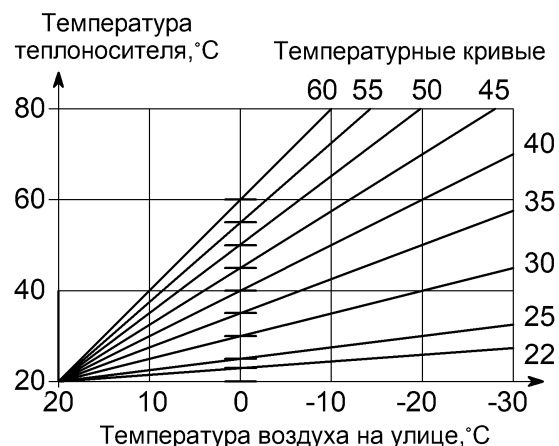
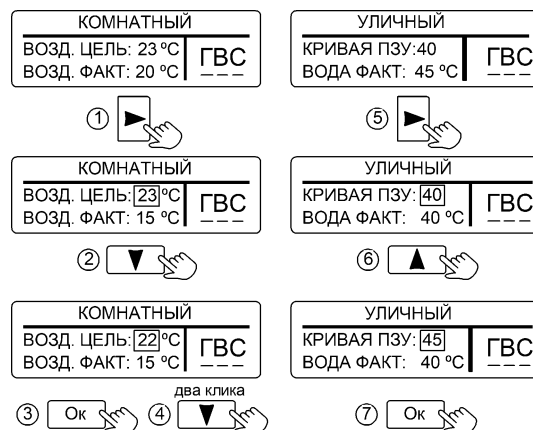
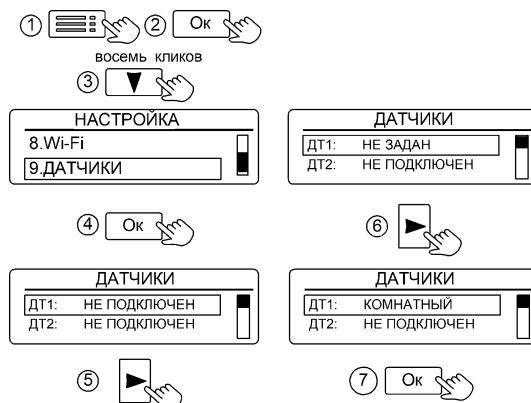

Рисунок 9. Зависимость температуры теплоносителя от температуры воздуха на улице
Рисунок 10. Настройка ограничения температуры и кривой ПЗУ
Рисунок 23. Настройка проводных датчиков
10.4 «УЛИЧНЫЙ» – режим поддержания температуры теплоносителя в зависимости от температуры воздуха на улице по одной из погодозависимых кривых (см. рис. 9). Датчик температуры воздуха устанавливается на улице.
Для изменения заводской настройки нужно в соответствии с рис. 9 выбрать ту кривую, при которой в помещении станет комфортно. Если в помещении холодно - следует выбрать кривую с большим номиналом, если жарко - с меньшим. Чем больше величина теплотерия здания, тем выше номер кривой. Изменение значения кривой ПЗУ показано на рис. 10.
температуры воздуха (см. рис. 23) и настроено ограничение температуры воздуха в помещении (см. рис. 10), то при достижении температуры воздуха в помещении установленного значения, нагрев теплоносителя будет прекращён. При понижении температуры воздуха, нагрев теплоносителя будет возобновлён.
- Выбор роли датчика “КОМНАТНЫЙ” или “УЛИЧНЫЙ” (см. рис.23).